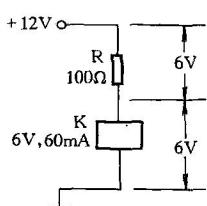

图 1-12
(1) 图 1-12 所示继电器电路中， R 为降压电阻。电压降 U 的大小与电阻值 R 与电流 I 的乘积成正比，即 $U = IR$ 。利用电阻器 R 的降压作用，可以使较高的电源电压适应元器件工作电压的要求。例如图 1-12 所示电路中，继电器工作电压 $6V$ 、工作电流 $60mA$ ，而电源电压为 $12V$ ，因而必须串接一个 100Ω 的降压电阻 R 后，继电器方可正常工作。